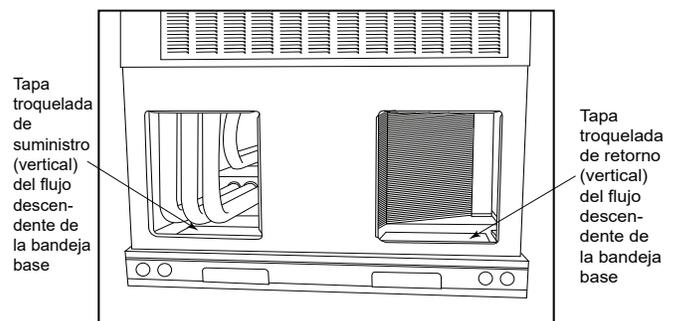

Fig. 8 – Abertura del conducto de alimentación y retorno
El conjunto de conductos está asegurado y se envía en el conducto de aire de retorno. Quite la cubierta del conducto para localizar el conjunto (consulte la Fig. 8).
2. Quite la capucha del conducto del lugar de envío (dentro de la sección de retorno del compartimiento del ventilador; consulte la Fig. 8). Quite la cubierta del conducto de retorno para ubicar la
2. Quite las tapas de los conductos horizontales (metal) para acceder a los orificios troquelados del conducto de descarga vertical (flujo descendente) en la bandeja base de la unidad. (Consulte la Fig. 8).